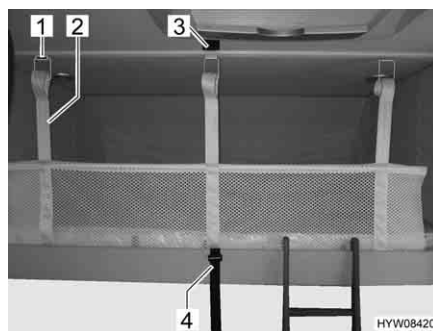

Fig. 57 Letto basculante con rete protettiva montata
- Staccare la cintura di ritegno (Fig. 57,4).
- Staccare le cinture di ritegno (Fig. 57,2) e sistemare la rete protettiva sotto il materasso.
- Assicurare il letto basculante al soffitto (Fig. 57,3) mediante la cintura di ritegno (Fig. 57,4).
- Agganciare le cinture di ritegno (Fig. 57,2) ai ganci (Fig. 57,1) del soffitto.